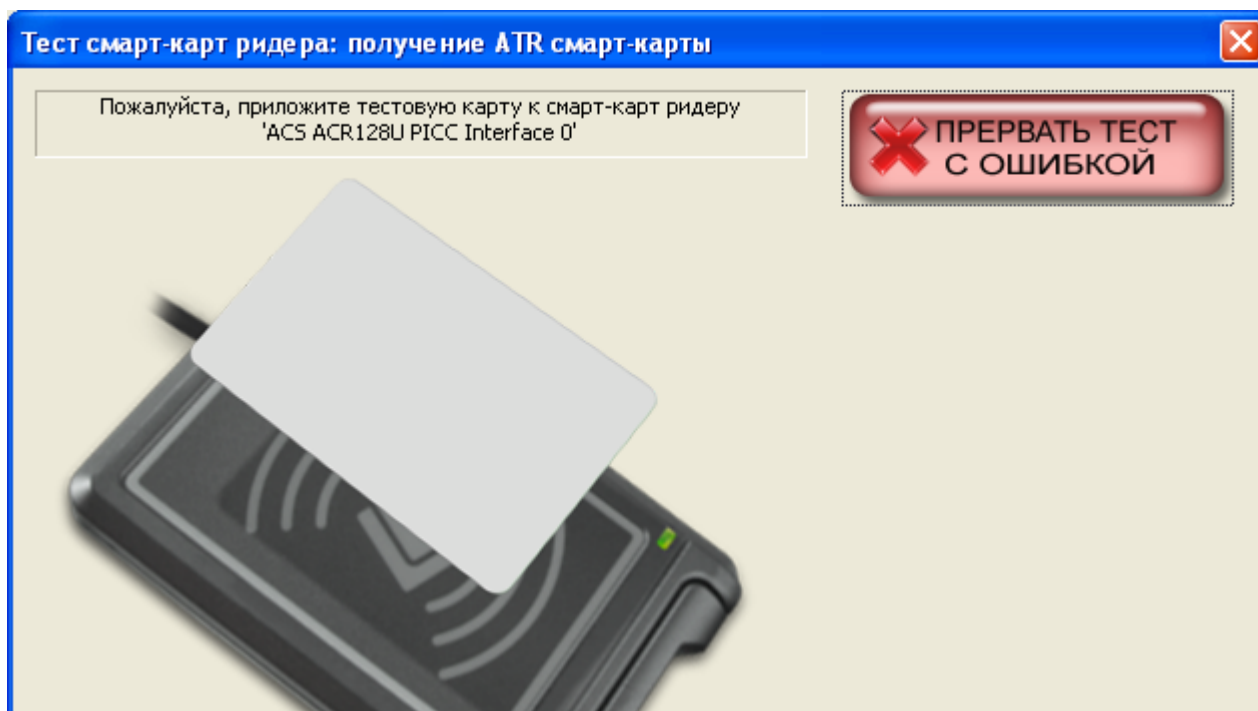

Рисунок 3.58 – Тест бесконтактного интерфейса смарт-карт ридера ACR 128U/1281U-C1
1. Если задано выполнить тестирование бесконтактного интерфейса ридера, то выводится запрос на поднесение бесконтактной карты к ридеру (Рисунок 3.58). В журнал выводятся считанные данные ATR с карты.